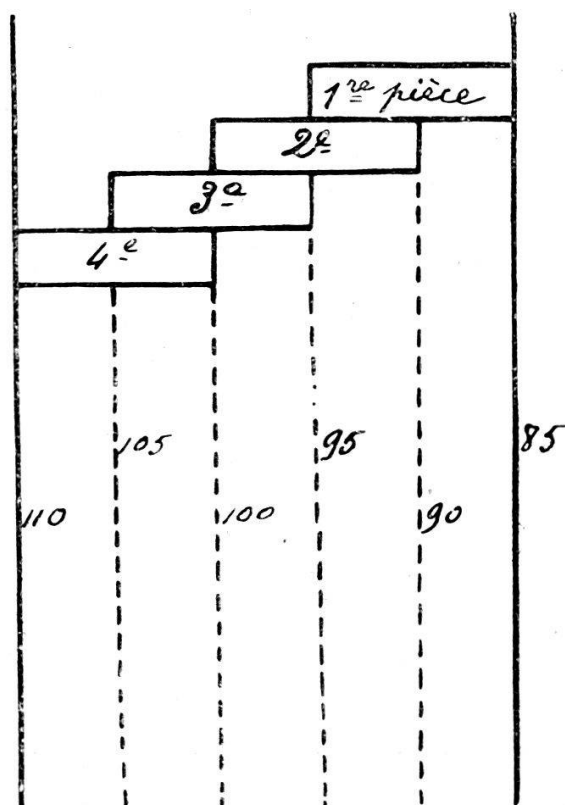

FIG. 5.
- la 4e pièce fauchera du limbe 100 au limbe 110. (Fig. 5).